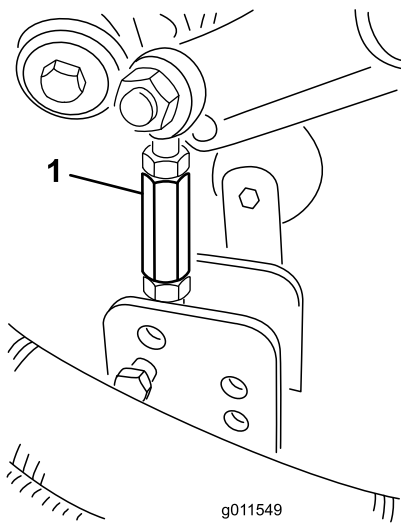

Figura 25
9. Retire los pasadores de horquilla y las chavetas que fijan los acoplamiento de los amortiguadores a los soportes de la carcasa de corte (Figura 25).